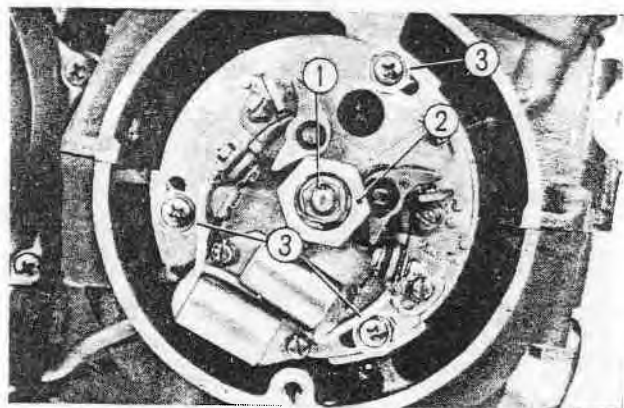

Fig. 3-71 ① Ecrou six pans de 6 mm
6. Enlever le chapeau de distribution et dévisser l'écrou six pans de 6 mm, puis enlever la rondelle spéciale du dispositif d'avance. (Fig. 3-71)
7. Dévisser les trois vis de fixation du rupteur et déposer ce dernier. (Fig. 3-71)